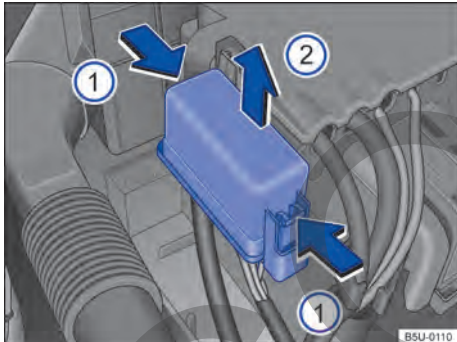

Fig. 158 En el compartimiento del motor: cobertura de la caja de fusibles.
- Presionar las trabas en el sentido de la flecha → fig. 158 , para desbloquear la cubierta de la caja de fusibles.